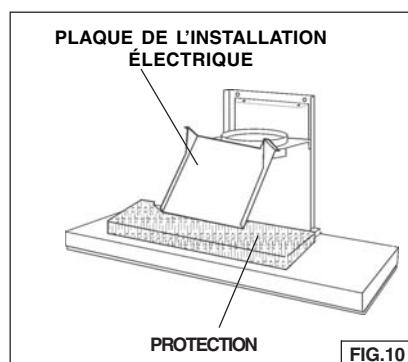

FIG.10
1. Retirer le ruban adhésif de la plaque de l'installation électrique; déposer la plaque du système électrique sur la hotte (utiliser une protection). Fig. 10